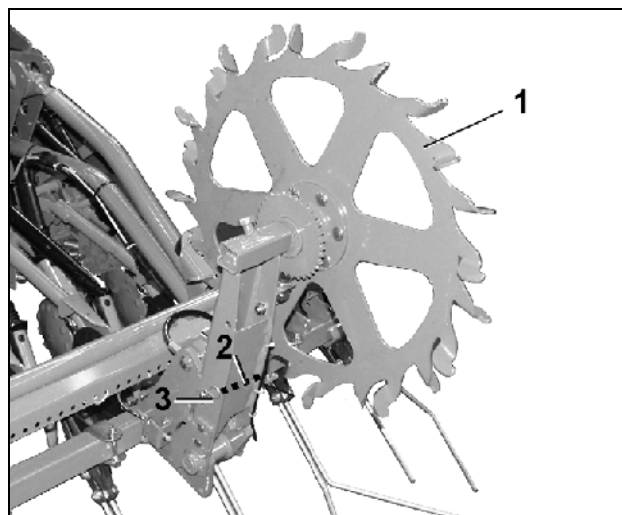

Fig. 113
- Sporehjulet løftes let ved håndkraft (Fig. 113/1), fjedersplitten (Fig. 113/3) løsnes, bolten (Fig. 113/2) trækkes ud og sporehjulet sænkes ned.